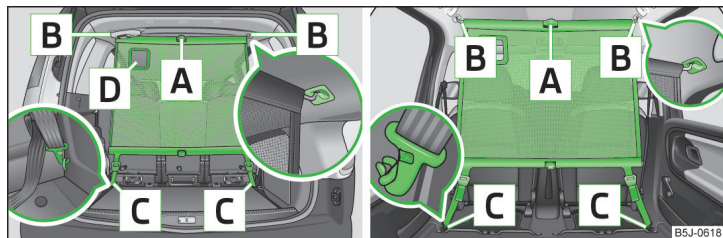

Abb. 67 Netztrennwand hinter den Rück-/Vordersitzen verwenden
- Die Querstange in die Aufnahme **B** » Abb. 67 erst auf der einen Seite setzen und nach vorn drücken. Auf gleiche Weise die Querstange auf der anderen Seite in die Aufnahme **B** setzen.
- Die Gurte auf beiden Seiten lösen und die Karabiner **C** aushängen » Abb. 67.
- Auf die rote Taste des Gelenks **A** » Abb. 67 drücken - das Gelenk löst sich.
Der Einbau und Ausbau der Netztrennwand hinter den Vordersitzen erfolgen analog wie hinter den Rücksitzen. Zum Einhängen der Karabiner **C** » Abb. 67 sind die Befestigungsösen hinter den Vordersitzen zu verwenden. Zum Vergrößern des Gepäckraums können die Rücksitze ausgebaut werden.
Der Einbau und Ausbau der Netztrennwand hinter den Rücksitzen mit dem variablen Ladeboden » Seite 78 erfolgen analog wie hinter den Rücksitzen ohne den variablen Ladeboden. Zum Einhängen der Karabiner **C** » Abb. 67 sind die unteren Befestigungsösen an den Befestigungskeilen im vorderen Bereich des Gepäckraums zu verwenden.